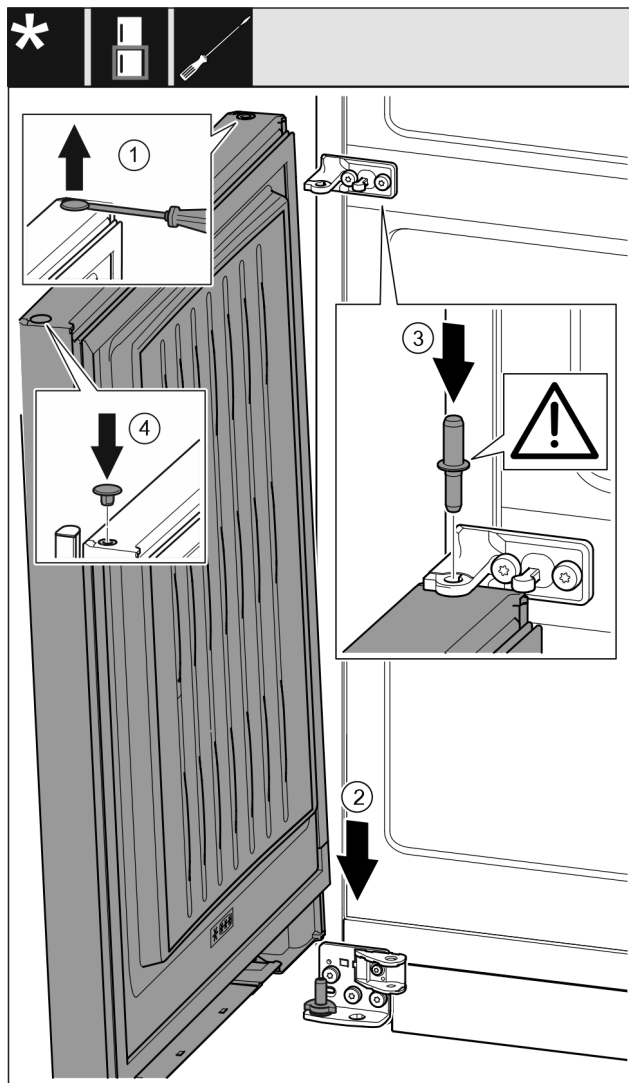

Fig. 41
- Ravnim odvijačem oprezno podignite čep i izvadite ga. Fig. 41 (1)
- Stavite vrata odozgo na donji svornjak ležaja. Fig. 41 (2)
- Umetnite srednji svornjak ležaja kroz srednji podložak ležaja u donja vrata. Pri tome pazite da je ispuščenje za blokiranje okrenuto prema otpraga. Fig. 41 (3)
- Ponovo umetnite čep na drugoj strani vrata. Fig. 41 (4)